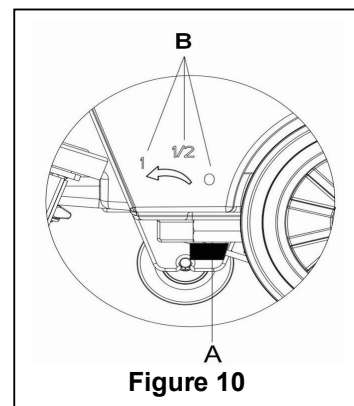

Figure 10
Le réglage du robinet d'eau (A, Figure 10) doit être effectuée si l'interrupteur d'alimentation (41) est en position "O".
- Le réglage du débit d'eau peut être effectué grâce au robinet (A, **Figure 10**) en fonction de la nature des sols à laver (dépendant de l'état de salissures et de la porosité des sols).